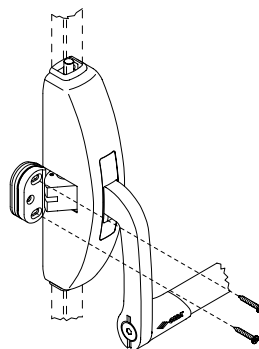
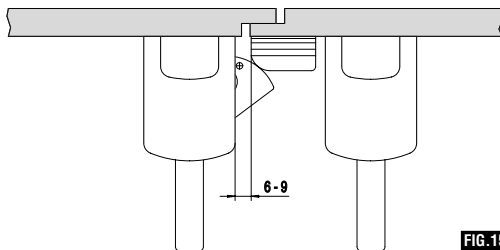
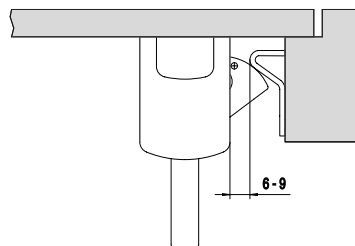

FIG. 14
FIG. 15A
FIG. 15B
- 14) Posizionare le bocchette a battuta sullo scrocco utilizzando il numero di spessori necessari per rispettare la distanza indicata nelle fig. 15A e fig. 15B; Segnare con un punteruolo i due fori laterali (asole) ed eseguire i due fori H3 = 2.6 mm (indicativo per profili di alluminio) (fig. 14). **ATTENZIONE:** regolare la posizione della bocchetta in modo che la levetta antiscasso, a porta chiusa, risulti completamente premuta ed a filo con lo scrocco. In caso contrario il dispositivo di bloccaggio dello scrocco non sarà attivo (fig. 14).
- 14) Position the strikers on the latch-bolt using the necessary number of spacers to respect the distance indicated in Figs. 15A and 15B; mark with an awl the two side holes (slots) and drill the two holes H3 = 2.6 mm (indicative for aluminium profiles) (Fig. 14). **ATTENTION:** adjust the position of the striker so that the anti-picking device lever, with the door closed, is completely pressed down and flush with the latch-bolt. If this is not the case the dead-locking device of the latch-bolt will not be active (Fig. 14).
- 14) Positionner les gâches contre le pêne en utilisant le nombre d'épaisseurs nécessaires pour respecter la distance indiquée dans les fig. 15A et fig. 15B; Marquer avec un poinçon les deux trous latéraux (rainures) et réaliser les deux trous H3 = 2,6 mm (indicatif pour les profils en aluminium) (fig. 14). **ATTENTION:** régler la position de la gâche de manière à ce que le doigt anti-effraction, quand la porte est fermée, soit complètement enfoncé et au niveau du pêne. Dans le cas contraire, le dispositif de blocage du pêne ne sera pas actif (fig. 14).
- 14) Coloque los batientes en correspondencia con el pestillo, utilizando el número de espesores necesarios para respetar la distancia indicada en las figuras 15A y 4B; marque con un punzón los dos orificios laterales (ojales) y practique los dos orificios H3 = 2,6 mm (indicativo para los perfiles de aluminio) (fig. 14). **ATENCIÓN:** regule la posición del batiente de tal modo que la palanca anti-picking, con la puerta cerrada, quede completamente apretada y al ras del pestillo. En caso contrario, el dispositivo de bloqueo del pestillo no estará activo (fig. 14).
- 14) De schootplaat op de schoot plaatsen, en de nodige tussenstukken aan brengen om de in afb. 15A en 15B aangegeven afstanden in acht te nemen. De twee zijgaten markeren en de gaten H3 = 2.6 mm boren (voor aluminiumprofielen) (afb. 14). **LET OP:** de positie van de schootplaat zodanig regelen dat de inbraakbeveiliging, met gesloten deur, volledig ingedrukt in lijn met de schoot is. Zo niet zal het vergrendelsysteem van de schoot niet werken (afb. 14).
- 14) Die Beschläge in Übereinstimmung mit der Falle positionieren, dazu verwendet man die notwendige Anzahl an Ausgleichscheiben, um den auf den Abb. 15A und Abb. 15B angeführten Abstand einzuhalten. Mit einem Senkstift die beiden seitlichen Bohrungen (Schlitze) anzeichnen und die beiden Bohrungen H3=2.6 mm durchführen (die angeführten Durchmesser beziehen sich auf Aluminiumprofile) (14). **ACHTUNG:** Position des Beschlags so regulieren, dass der Einbruchsicherungshebel bei geschlossener Tür vollständig gedrückt ist und mit der Falle in einer Linie steht. Wenn diese Voraussetzungen nicht vorhanden sind, ist die Sperrvorrichtung der Falle nicht aktiv. (Abb. 14).